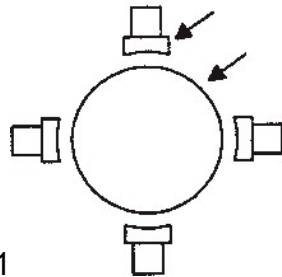

Fig. 1
**A1** Der Schließer-Kontakt des Fahrtrichtungsschütz vorwärts (TA) oder der Öffner-Kontakt des Fahrtrichtungsschütz rückwärts (TI) ist verschmutzt oder blockiert. Kontakte reinigen oder Schützgruppe gegebenenfalls austauschen.
**A2** Der Öffner-Kontakt des Fahrtrichtungsschütz vorwärts (TA) oder der Schließer-Kontakt des Fahrtrichtungsschütz rückwärts (TI) ist verschmutzt oder blockiert. Kontakte reinigen oder Schützgruppe gegebenenfalls austauschen. **A3** Es besteht keine Verbindung zum Motor:
- Kohlebürsten haben keine Verbindung zum Kollektor (Fig. 1)